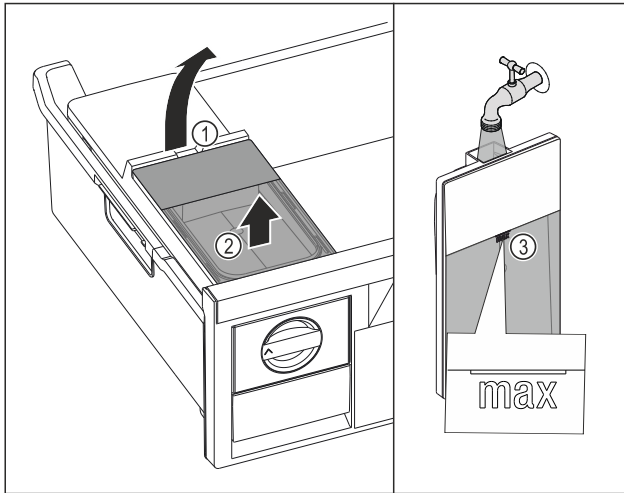

Fig. 98
- ▶ Emelje fel a víztartályt a kivágásnál Fig. 98 (1).
- ▶ Felfelé vegye ki a víztartályt. Fig. 98 (2)
- ▶ Ivóvízzel töltsse fel a jelölésig Fig. 98 (3) a víztartályt.